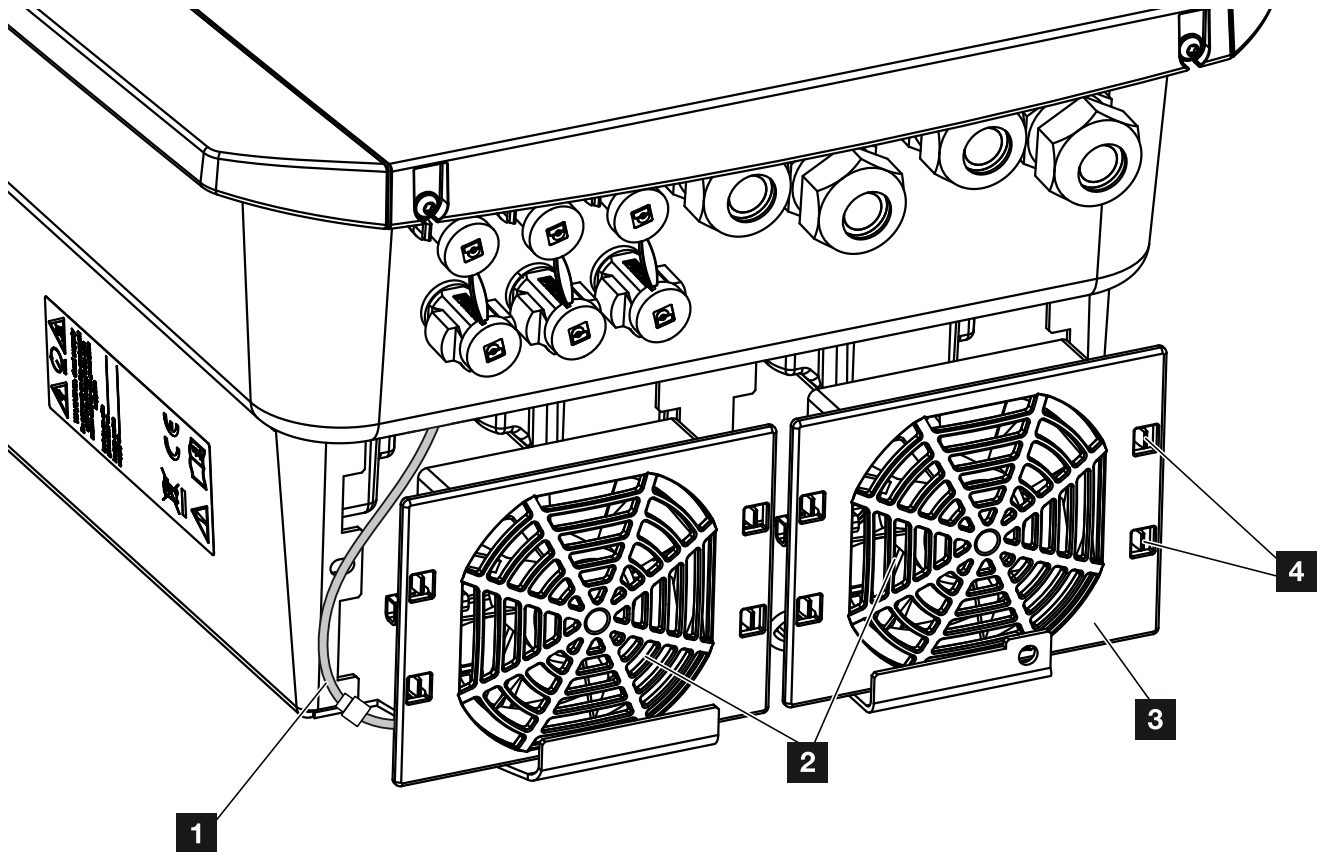

Fig. 72: Panoramica dello smontaggio della ventola
2. Smontare la ventola. A tale scopo appoggiare un cacciavite sul bordo della ventola ed esercitare una leggera pressione sulla griglia.  **Fig. 72**